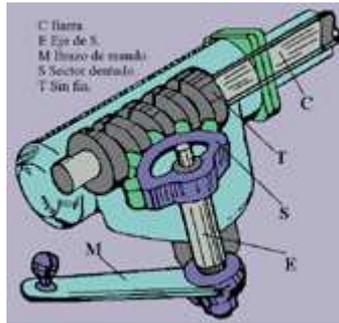

Fig. 6
• **Mecanismo de sinfín cilíndrico con sector dentado (fig. 6)**